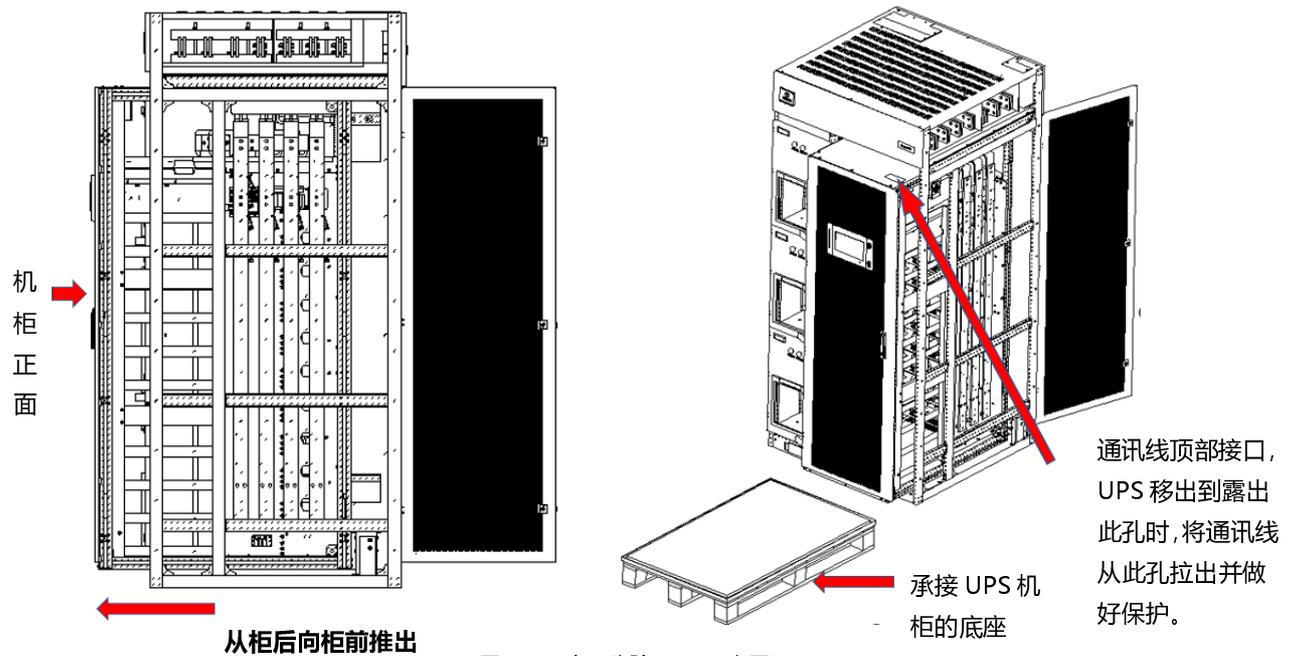

图3-18 人工移除 UPS 示意图
9. 当操作空间受限时，可人工移出 UPS 机柜，此时需要在 UPS 正面准备一个与 UPS 底框高度平齐的承托底座用于防止推出过程中 UPS 跌落地面，且必须从柜后向柜前方向推动 UPS。如果承托底座为木质等不平滑面，需要放置平滑的铁板在上面或者其他方法降低摩擦阻力。采用人力拆卸 UPS 的示意图见图 3-18。